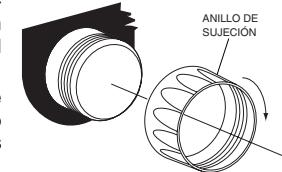

Figura 2
6. Apriete el anillo de sujeción en el indicador en sentido horario hasta que el indicador esté apretado en el tablero. Apriete el anillo de sujeción SOLÓ CON LA FUERZA DE LA MANO (véase la Figura 2).